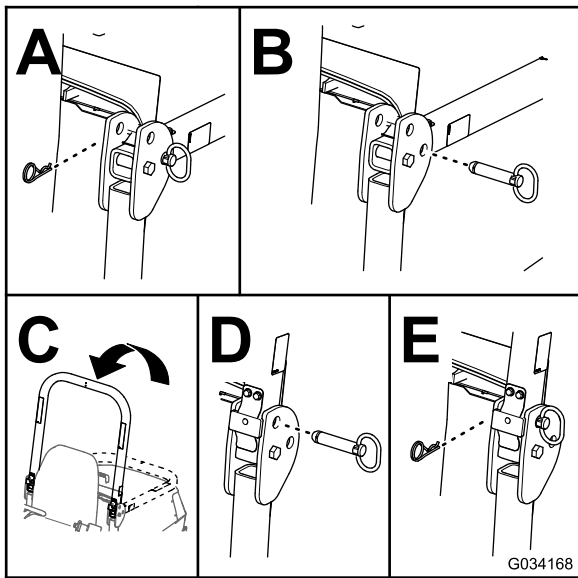

Bild 34
2. Nehmen Sie die Splinte und die Stifte vom Überrollbügel ab (Bild 34).
3. Klappen Sie den Überrollschutz nach oben und befestigen Sie diesen mit den Splinten und Stiften (Bild 34).